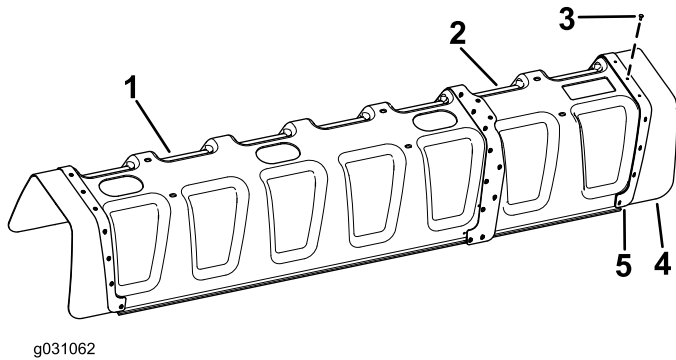

Figura 7
3. Utilizando 11 rebites cegos (3/16" x 1/2") e anilhas (3/16"), instale a cobertura de borracha e placa de reforço (da cobertura de 11 bicos) na cobertura de 12 bicos (Figura 7).